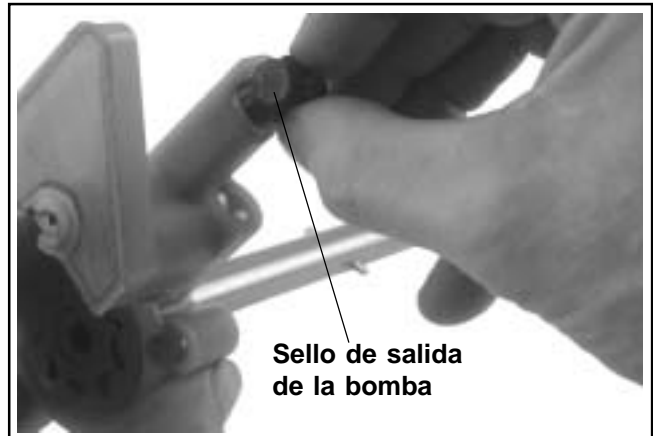

Figura 10-8. Instalación del sello de salida de la
4. Lubrique ligeramente con aceite los extremos del sello de salida de la bomba e instálelo en la salida de la bomba de aceite. Ver Figura 10-8. Algunos modelos utilizan un sello "sólido" sin conducto de aceite y el cigüeñal tiene una perforación transversal para la lubricación del cojinete inferior. En la Figura 10-9 se muestran ambos tipos de sellos de salida. Si solicita un sello nuevo, asegúrese de pedir el adecuado para el motor.